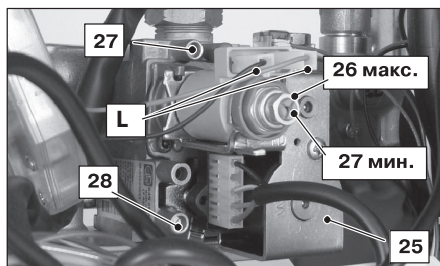

Рисунок 7.3
- Выключив котел (приведя его в нерабочее состояние), проверьте давление питания при помощи отвода 28 (см. Рисунок 7.3) и сравните считанное значение со значениями, приведенными в таблице «номинальное давление газа» в разделе «Технические характеристики» на с. 21.
- Тщательно закройте отвод для замера давления 28 (см. Рисунок 7.3).
- Откройте отвод для замера давления 27 (Рисунок 7.3) и подсоедините манометр.
Чтобы откалибровать давление в горелке, поворачивайте большую шестигольную латунную гайку модулирующего устройства 26 (макс.), см. Рисунок 7.3 (при вращении гайки по часовой стрелке давление увеличивается).
- Отсоедините один из двух проводов питания «С» модулирующего устройства 26. Внимательно следите за тем, чтобы не прикасаться к металлическим частям котла (см. Рисунок 7.3).
- Подключите провод питания «С» к модулирующему устройству (Рисунок 7.3).
- Закройте отвод для замера давления 27 (Рисунок 7.3).
ВАЖНО! Измерив давление газа, необходимо тщательно закрыть отводы, использованные для замера давления (28 и 27, Рисунок 7.3). После проведения всех операций по регулировке газа необходимо опломбировать регулировки клапана.
- Откройте отвод для замера давления 27 (Рисунок 7.3) и подключите манометр.